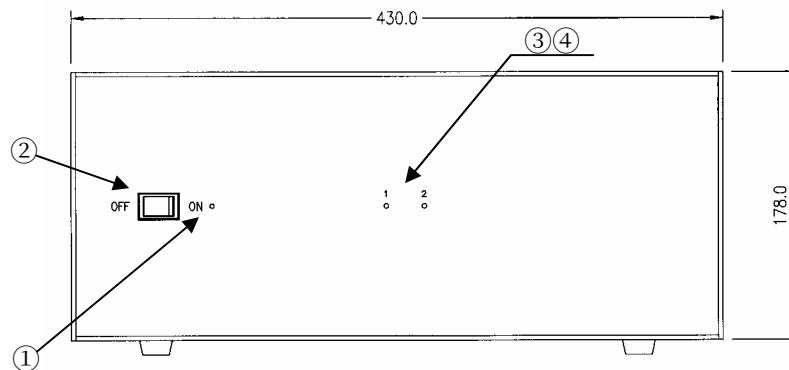
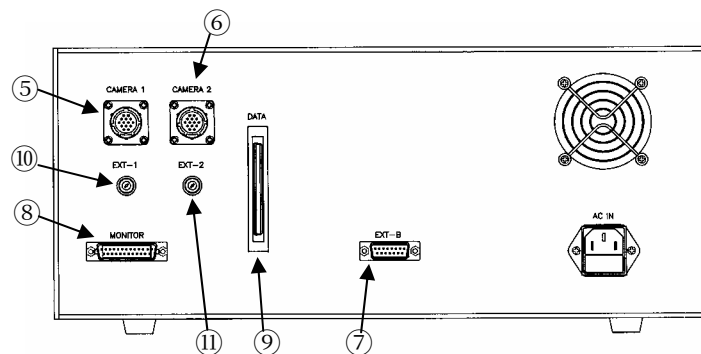

図 3 フロントパネル
図 4 リアパネル
(1)フロントパネル(図3)
- ①パイロットランプ :電源投入時に点灯します。
- ②電源スイッチ :座標計測装置の電源を投入・切断するスイッチです。
- ③BUSYランプ1 :カメラ1のデータ処理時に点灯又は点滅します。
- ④BUSYランプ2 :カメラ2のデータ処理時に点灯又は点滅します。
(2)リアパネル(図4)
- ⑤CAMERA1端子 :カメラ1の映像の入力端子です。
- ⑥CAMERA2端子 :カメラ2の映像の入力端子です。
- ⑦EXT-B端子 :オプションの床反力計測システムを接続する場合に使用します。
- ⑧MONITOR端子 :VGAモニターを接続する場合に使用します。
- ⑨DATA端子 :パソコンとの入出力インターフェイスです。
- ⑩EXT-1端子 } 外部装置と同期計測する際に使用します。
- ⑪EXT-2端子 }